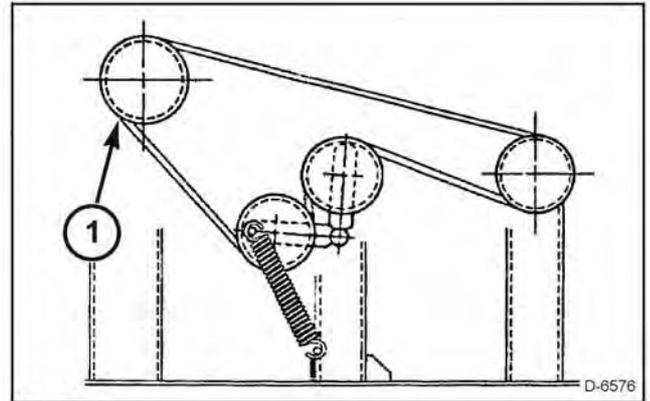

FIG. 119
FIG. 119: cuando la correa de mando secundaria se coloca sobre la polea más pequeña (1) del eje del esparcidor, el esparcidor girará a 358 rpm. La posición de alta velocidad se recomienda para diferentes cultivos, excepto el maíz.